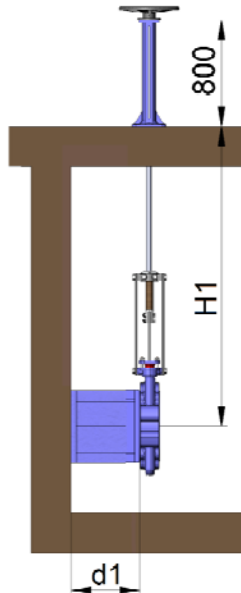

Abb.8
- Die Standardflursäule ist 800 mm hoch (Abb.8). Weitere Längen sind auf Anfrage erhältlich.